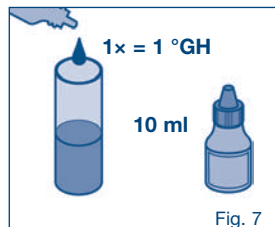

Fig. 7
1. Pode determinar a dureza total da água consultando o fornecedor de água ou através de um teste rápido (teste de gotas, fig. 7). Com base na dureza total da água e no intuito de utilização, pode seleccionar o ajuste do bypass e consultar a capacidade normal do filtro nas tabelas 1 no capítulo 10.